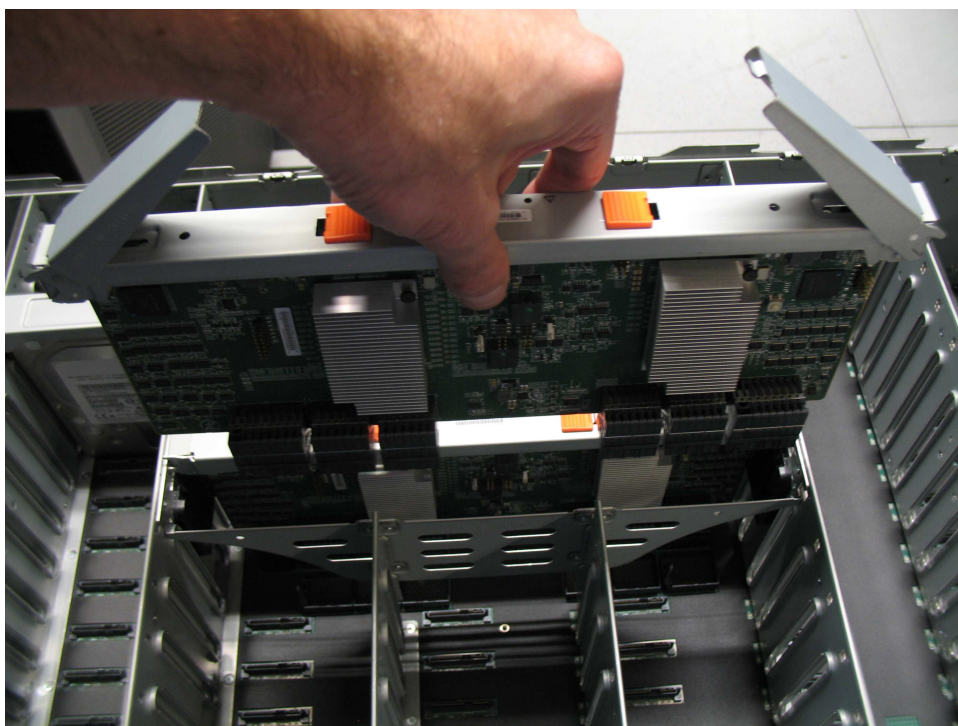

Figura 89. Sustituir el módulo expensor secundario
4. Alinee con cuidado los extremos del módulo expensor secundario con la ranura guía del alojamiento, como se muestra en Figura 89.